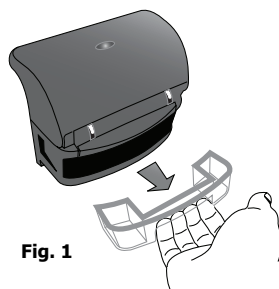

Fig. 1
- Haal de wateropvangbak, onder het dekselscharnier, in een uitwaartse beweging [afb. 1] uit de rijstkoker. Gooi het opgevangen water na gebruik weg.